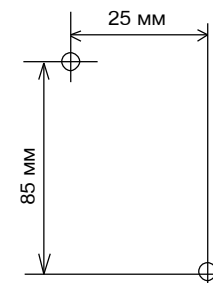

Рис. 2 Схема разметки для установки БРШС-РК
- произведите разметку отверстий для крепления БРШС-РК к стене и просверлите отверстия согласно рис. 2.